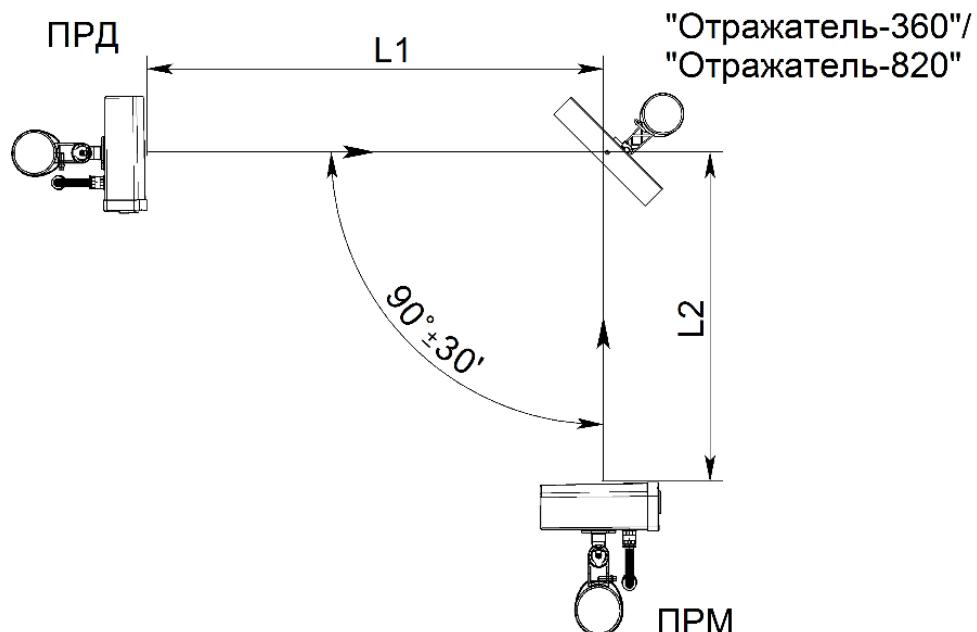

Рисунок 2.12 – Установка извещателей с применением отражателя «Отражатель-360» («Отражатель-820»)
2.3.9.2 При работе извещателей с «Отражателем-360» (см. рисунок 2.12) суммарная длина зоны обнаружения  $L_1 + L_2$  (где  $L_1$  – расстояние между блоком ПРД и отражателем,  $L_2$  – расстояние между отражателем и блоком ПРМ) не должна превышать: